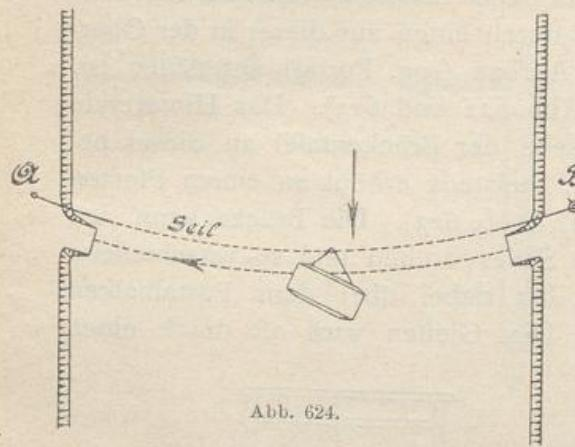
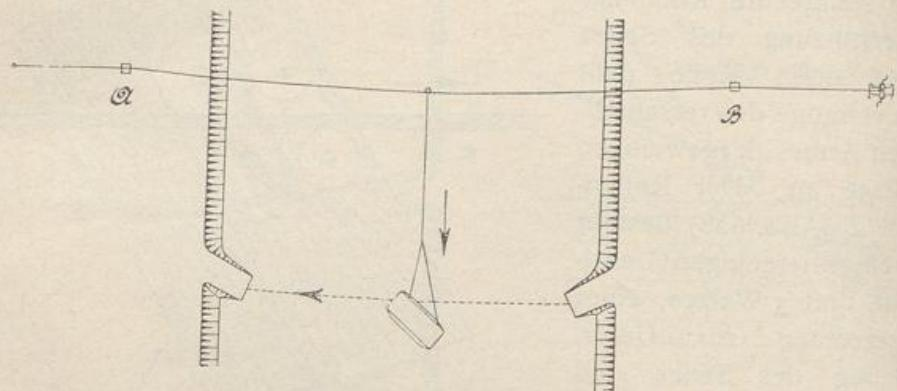
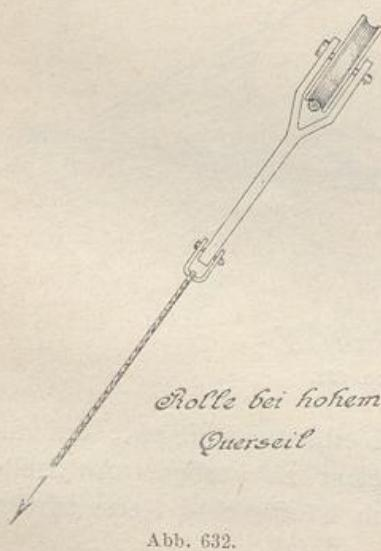

Abb. 624.
Abb. 630.
Abb. 632.
b) Das Querseil (oder die Querkette) ist oberhalb nahe der Fährstelle auf beiden Ufern befestigt und ist entweder auf den Fußgrund versenkt (Grundseil, Grundkette) (Abb. 624 und 626), so daß die Schiffe darüber hinwegfahren können, oder ist hoch über dem Wasserspiegel ausgespannt, an den Ufern von 2 Masten oder Türmen getragen, so daß Schiffe unter dem Seil hinwegfahren können (hohes Querseil) (Abb. 630, 631).
8. Gierrahm mit Grundseil (oder Grundkette) (Abb. 624 bis 629). Das Querseil ist auf jedem Ufer bei *A* und *B* befestigt; es kann dort nach den jeweiligen Wasserständen verlängert oder verkürzt werden. Es ist mit Durchhang durch das Flüßbett geführt, so daß es für gewöhnlich auf dem Grunde aufliegt. An dem einen Ufer (*B*) dient zur Befestigung eine Winde (meistens Erdwinde). Mit ihr wird das Seil (Kette) bei notwendigen Instandsetzungsarbeiten und vor Eintritt des Eisstandes aufgeholt.
I. Rheinische Art (Niederrhein). Grundseil mit Laufrolle (Abb. 624, 625). Unter das Seil greift eine Rolle (Gabelrolle), an ihrem Umfang mit Rille versehen. Am Gabelstiel greifen zwei Steuerseile an, die am Bord des Gierrahms befestigt sind (ofters an erhöhten Pfosten) und wie bei Ziffer 6 mit Winden angewandten oder nachgelassen werden können. Wird dem Rahm durch geeignetes An-
9. Gierprahm mit hohem Querseil (Abb. 630 bis 632). Ein hohes Querseil ist für die Schiffahrt erheblich günstiger als ein Längs-
seil oder ein tiefes Querseil (Grundseil). Gierfähren mit hohem Querseil finden sich z. B. zahlreich an der Mosel. Das Querseil ist an jedem Ufer durch einen hölzernen oder eisernen Mast (A und B) (bisweilen auch einen steinernen Turm) von etwa 20 m Höhe unterstützt; der tiefste Punkt des Seiles reicht 18 m über H. Sch. W., so daß Schiffe mit hohem Treidelmast hindurchfahren können. Die Spannweite von Mast zu Mast kann 200 bis 250 m betragen. Auf dem Seil, das nur wenig durchhängt (5 bis 6 m) läuft eine Laufrolle mit Gabel (Abb. 632). Am Gabelstiel ist das Zugseil befestigt, das mit dem Fährprahm in Verbindung steht. Dieses Zugseil teilt sich vor dem Prahm in zwei Steuerseile (Brittel) (Abb. 630), von denen jedes auf dem Prahm mittels einer